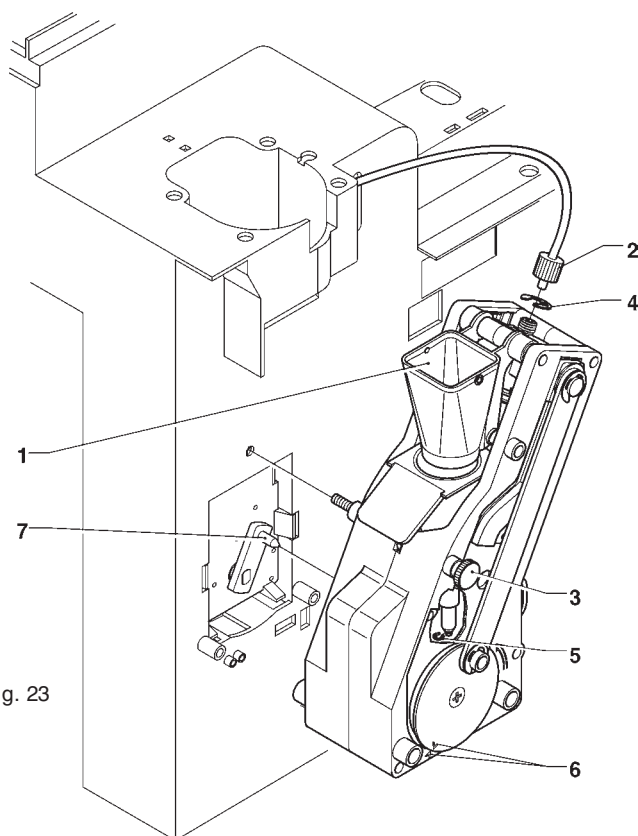

Fig. 23
- séparer le tuyau en Teflon de raccordement à la chaudière du piston supérieur, en prenant soin à conserver le joint (voir fig. 23);
- Déposer l'entonnoir du café (voir fig. 23);